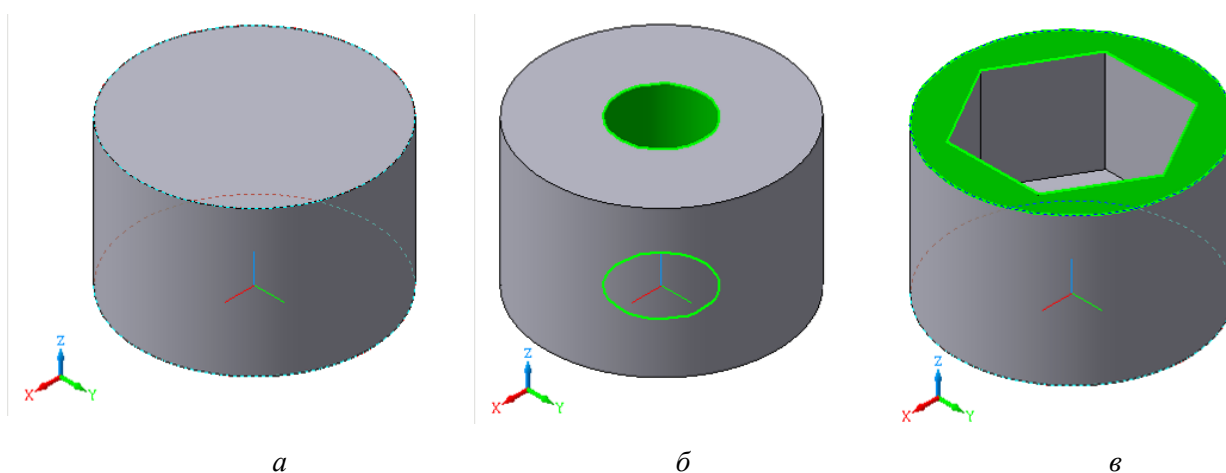

Рис. 3.56. Этапы построения элементов детали: *а* – цилиндра ($\Phi 100$); *б* – сквозного отверстия ($\Phi 36$); *в* – шестигранного отверстия
В результате выполнения задания будут освоены операции построения и редактирования геометрических объектов с помощью трехмерного твердотельного моделирования, приведенные на рис. 3.56, 3.57, 3.58, 3.59 и выполнена графическая работа, пример которой дан на рис. 3.60. Предлагается следующую последовательность операций:
3.5. Нажать на кнопку **Создать объект** . Результатом построения будет цилиндр (рис. 3.56, а).
5. Выполнить шестигранное отверстие глубиной 45 мм (рис. 3.56, в).
5.4. В Дереве модели выделить позицию «*Эскиз 3*»: на чертеже шестиугольник выделится зеленым цветом. Включить операцию **Вырезать элемент выдавливания**. На панели **Свойств** выбрать направление выдавливания – **Прямое**. В прямом направлении выбрать параметр **На расстояние**. Указать расстояние, равное 45 мм (см. рис. 3.56, в).